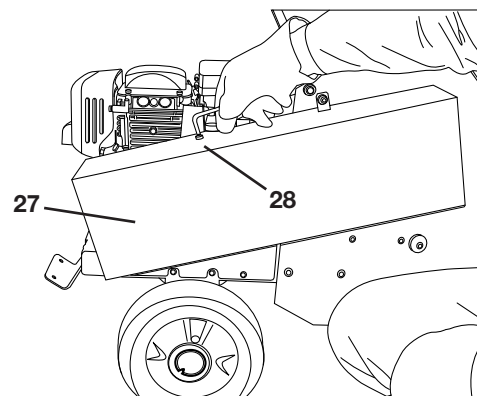

Bild 22
Um die Keilriemenspannung zu überprüfen, muss die Riemenschutzhaube (27) abgenommen werden. Entfernen Sie die Riemenschutzhaube (27) durch Lösen von einer Schraube (28) (SW 10) und 3 Muttern (29) (SW 10, siehe „Bild 22 und 23“).